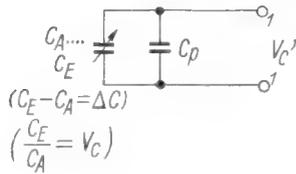

Bild 2. Bandspreizung durch Parallelkapazität zum Drehkondensator
Die Schaltung zeigt Bild 2.
- $V_C'$  = Kapazitäts-Variationsverhältnis der Gesamtschaltung (an den Klemmen 1,1' in Bild 2),